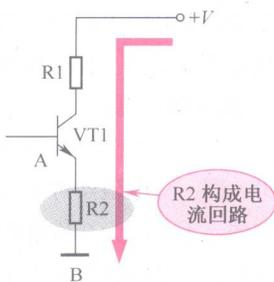

图 1-7 示意图
(2) 提供电流回路。如图 1-7 所示，电阻 R_2 为电路提供一个电流回路。